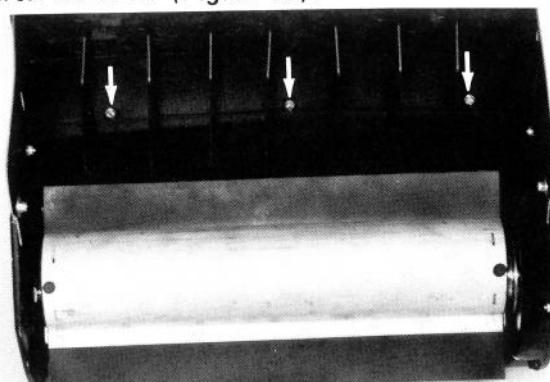

Figure 18
1. Enlevez les trois vis qui retiennent la garde avant au carter du rotor (Figure 18).
9. Fixez l'avant de la garde au carter du rotor à l'aide de trois vis de 19 mm de longueur (Figure 18).